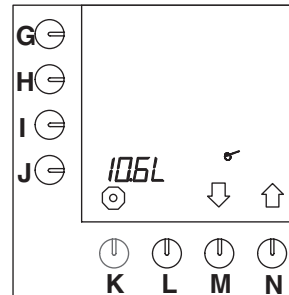

Fig. 30 Total vannmengde
- Etter at masterkoden er tastet inn, vil fig.30 vises på displayet.